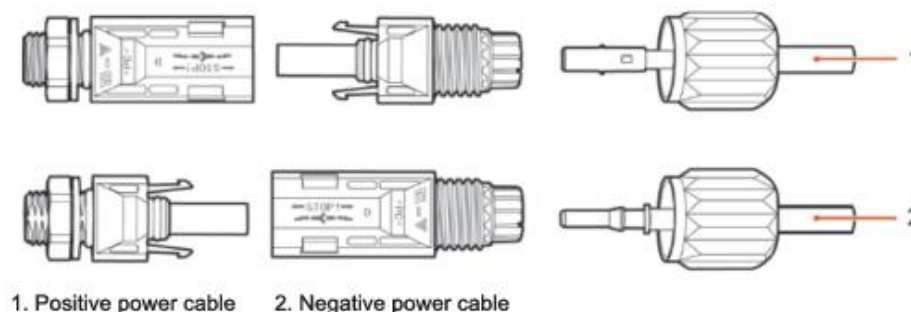

Figura 20 - Connessione dei cavi di potenza DC in ingresso (2)
- 4) Inserire i cavi di alimentazione positivi e negativi spellati rispettivamente nei terminali di metallo positivo e negativo e crimparli utilizzando uno strumento apposito. Assicurarsi che i cavi siano fissati fino a quando non possono essere estratti con una forza inferiore a 400 N, come mostrato nella Figura 20.